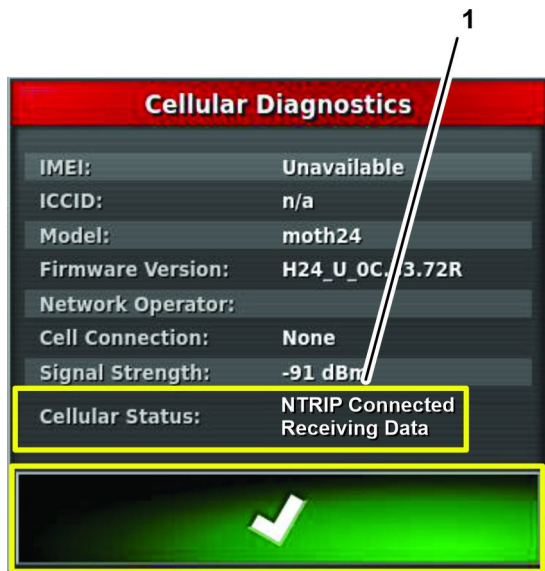

图 245
- 按“电池诊断”图标确认电池状态栏显示无跳闸已连接接收数据图 245。